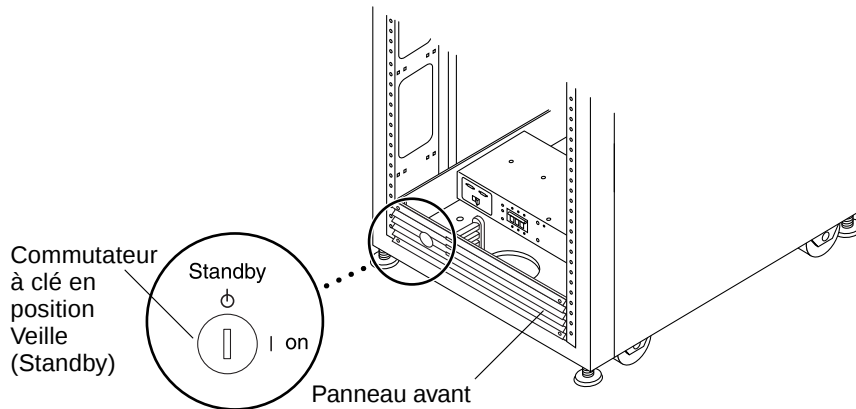

FIGURE B-1 Emplacement du commutateur à clé sur le panneau inférieur avant (position Veille)
1. **Vérifiez que les commutateurs à clé situés sur le panneau inférieur avant de l'armoire de base et de l'armoire d'extension sont en position Veille (Standby) (FIGURE B-1).**